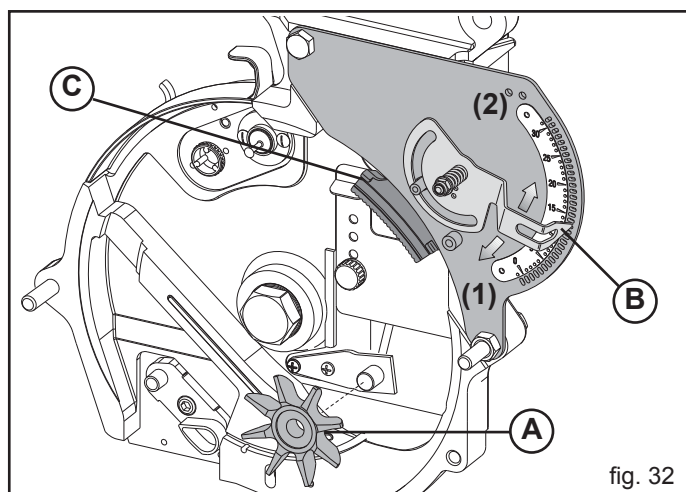

fig. 32
Der Hersteller liefert serienmäßig (abgebaut) den Saatgutrührer für die einzelnen Streuer (A, Fig. 32).
Durch Verstellen des Zeigers (B, Abb. 32) wird ein Läufer (C, Abb. 32) gesteuert, der die Scheibe in der Nähe der Löcher berührt und das Fallen der überschüssigen Samen verursacht. Der Wähler muß bei jedem Scheiben- und Saatgutwechsel eingestellt werden, für kleine Samen in Richtung der niedrigen Zahlen (1, Abb. 32) und für größere Samen in Richtung der höheren Zahlen (2).
**WICHTIG: Der Wähler reguliert nicht den Luftdurchsatz im Verteiler. Den Schieber (C, Abb. 32) auswechseln, wenn der Aussaatyp geändert wird (Einzelreihe, Doppelreihe oder Dreifachreihe).**